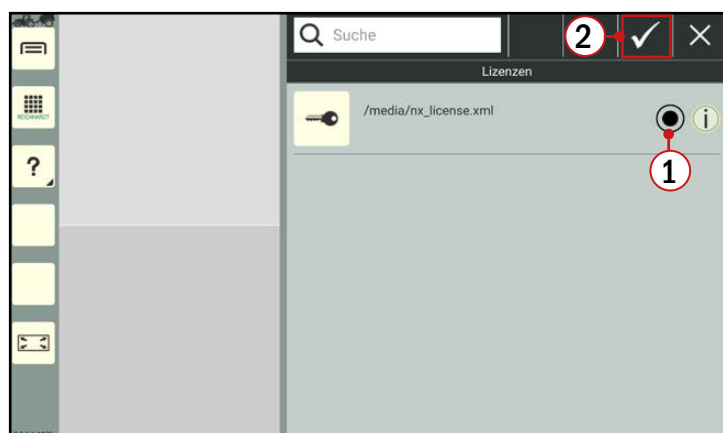

Abb. 168: Lizenzdatei auswählen und bestätigen
- Wählen Sie die Lizenzdatei aus (1) und bestätigen Sie den Import über den Haken (2) (siehe Abb. 168).